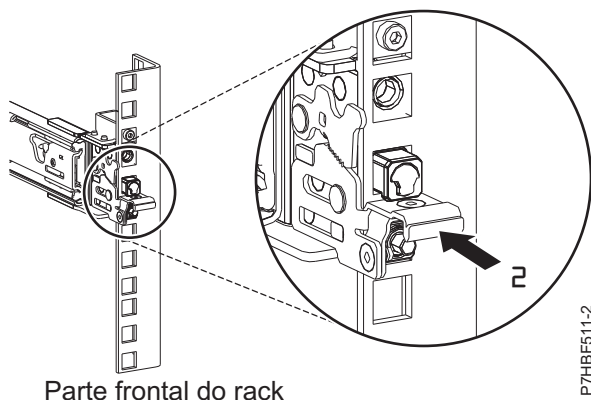

Figura 6. Trava encaixada no trilho frontal do rack
7. Enquanto puxa o trilho deslizante para frente, assegure-se de que os três pinos se projetem através dos orifícios do rack, em seguida, empurre a trava frontal (2) totalmente. Para obter detalhes, consulte Figura 6 na página 6.